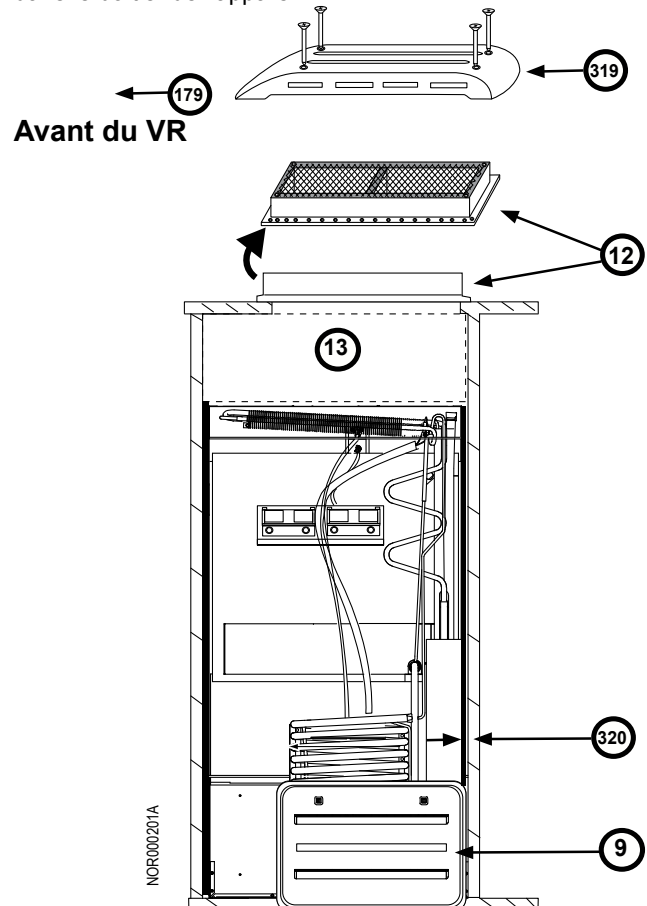

Fig. 6 - Événement d'évacuation type sur le toit
- Des déflecteurs latéraux [320] (voir fig. 6)
L'air de ventilation et de combustion circule au travers de l'événement de prise d'air inférieur [9] (voir fig. 6), qui sert également d'accès ou de porte de service. L'événement de prise d'air inférieur doit être libre de toute obstruction pouvant restreindre la circulation de l'air frais dans le boîtier de l'appareil.
Le chapeau de toit [319] s'adapte sur l'évent d'évacuation. Le côté en pente fait toujours face à l'avant du VR [179] (voir fig. 6). Il est fixé par quatre vis cruciformes de 6,3 cm de longueur.